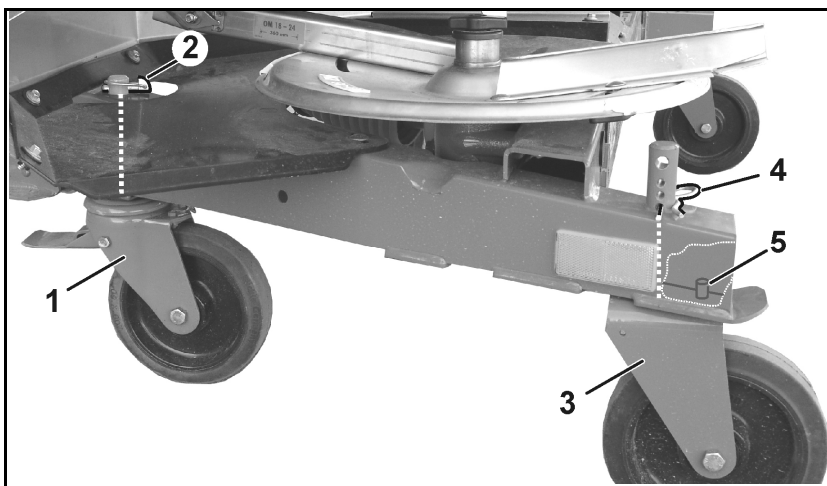

Fig. 39
5. Role de frânare direcționabile (Fig. 39/1) față
- o montați și asigurați cu șplinturi (Fig. 39/2), respectiv
6. Role rigide (Fig. 39/3) spate
- o montați și asigurați cu șplinturi cu arc (Fig. 39/4) în orificiile cele mai de jos, respectiv
La montarea rolor rigide, aveți în vedere ca bolțul (Fig. 39/5) să treacă prin gaura cadrului și astfel să imobilizeze rolele în direcție longitudinală.